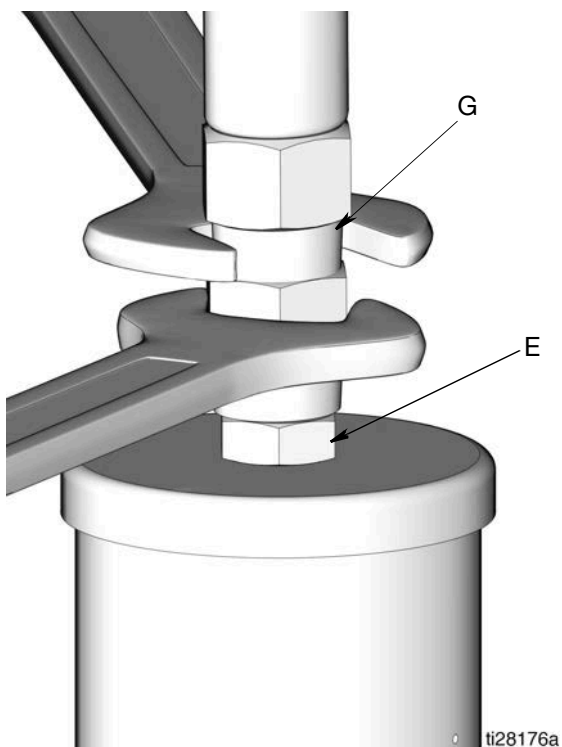

FIG. 6
2. **Relâcher la pression** dans le système en faisant tourner deux clés dans le sens opposé l'une de l'autre sur la sortie de la pompe (E) et le raccord de la conduite de lubrification (G) pour **desserrer lentement** le raccord jusqu'à ce qu'il soit libre et qu'il n'en sorte plus de lubrifiant ou d'air (FIG. 6).